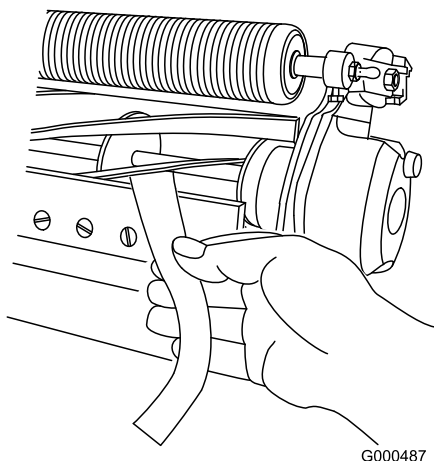

Рисунок 11
В. Чтобы проверить качество среза, вставьте длинную полоску специальной бумаги для проверки качества среза между барабаном и неподвижным ножом перпендикулярно неподвижному ножу (**Рисунок 11**), затем **медленно** вращайте барабан вперед; при этом бумага должна разрезаться; в ином случае повторяйте пункты **А** и **В** до тех пор, пока бумага не начнет разрезаться.
- Вставьте длинную полоску специальной бумаги для проверки качества среза (№ 125-5610 по каталогу Toro) между барабаном и неподвижным ножом перпендикулярно неподвижному ножу (Рисунок 11), затем **медленно** вращайте барабан вперед; при этом бумага должна разрезаться; в ином случае поверните каждый регулировочный винт неподвижного ножа по часовой стрелке на один щелчок и повторите действия, описанные в этом пункте, до тех пор, пока бумага не начнет разрезаться.